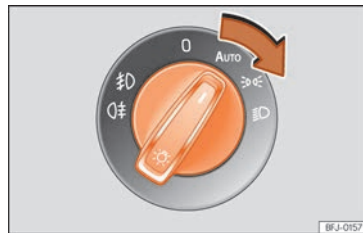

Fig. 96 Painel de instrumentos: comando das luzes.
- Rode o interruptor para a posição desejada »» Fig. 96.